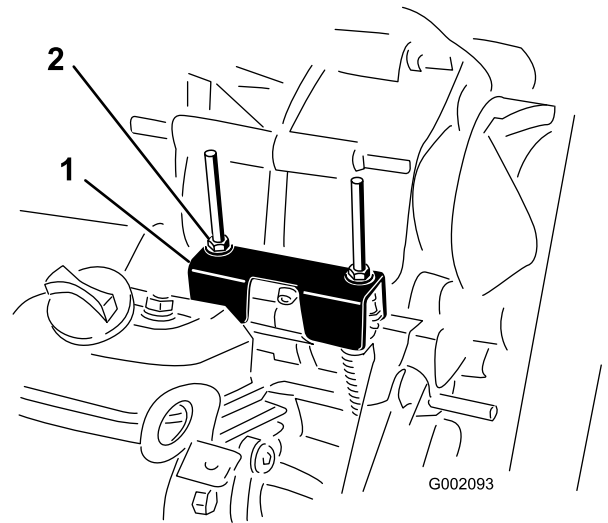

Figura 45
en PUNTO MUERTO (Figura 45). El selector de marchas de la máquina dispone de una posición de PUNTO MUERTO, que controla el punto muerto del transeje. Tome las siguientes medidas para asegurarse de que la palanca de cambios acciona correctamente el punto muerto del transeje:
2. Asegúrese de que la pletina de punto muerto está en posición de PUNTO MUERTO (nivelada respecto al soporte de montaje del cable situado debajo del soporte del cambio de marchas) girando el embrague arrastrado (Figura 45).
3. Gire 1 de las contratuercas (Figura 45) para obtener un espacio de 0.762 mm – 1.524 mm (0.030" – 0.060") entre la parte inferior de la tuerca/arandela y la pletina de punto muerto.